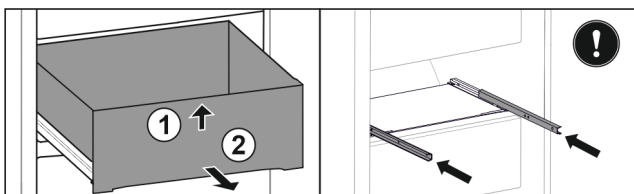

Fig. 45
- ▶ Unieść szufladę z przodu. *Fig. 45 (1)*
- ▶ Wyjąć szufladę do przodu. *Fig. 45 (2)*